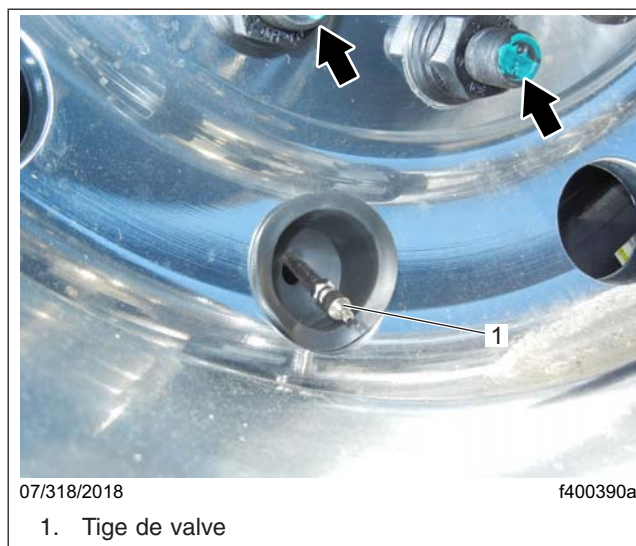

Fig. 12, Marquage des goujons de roue
5. Faites une marque sur les deux goujons de roue les plus proches du corps de valve, comme illustré sur la **figure 12**, pour faciliter le positionnement correct de l'ensemble de roue lors de sa remise en place sur le moyeu.